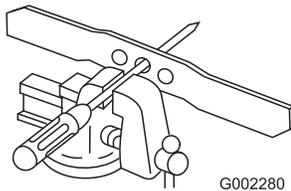

Bild 26
1. Prüfen Sie die Auswuchtung des Messers, indem Sie das mittlere Loch im Messer über einen Nagel oder einen Schraubenzieherschaft hängen, den Sie horizontal in einen Schraubstock einklemmen (Bild 26).